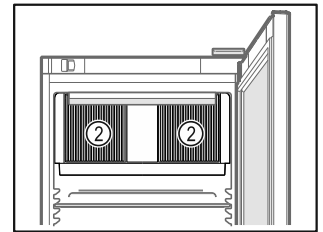

Fig. 62
- ❑ Тримати відкритою вентиляційну щілину Fig. 62 (2) вентилятора циркуляційного повітря у внутрішній камері.